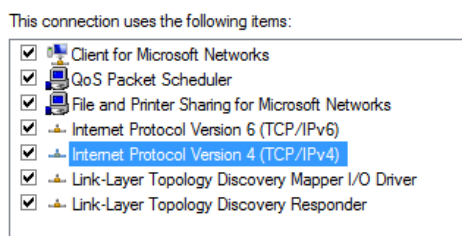

图 14 “本地连接属性”对话框 – Internet 协议版本 4
- e 在 **This connection uses the following items**（此连接使用下列项目）下列出的项目中，双击 **Internet Protocol Version 4 (TCP/IPv4)**（Internet 协议版本 4 (TCP/IPv4)）（图 14）。